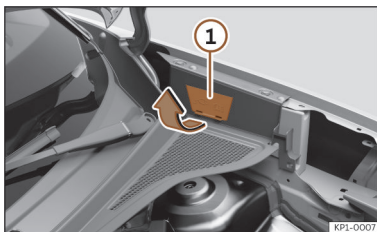

Fig. 63 Entre a lateral esquerda e a dobradiça do capô do motor Tampa para o desbloqueio manual de emergência do conector de carregamento.
O puxador para o desbloqueio manual de emergência encontra-se no lado esquerdo do compartimento do motor, por cima da tomada de carregamento >>> Fig. 63.
- Puxe as patilhas da tampa e desloque a tampa para cima >>> Fig. 63 ①, desta forma poderá ver o puxador.